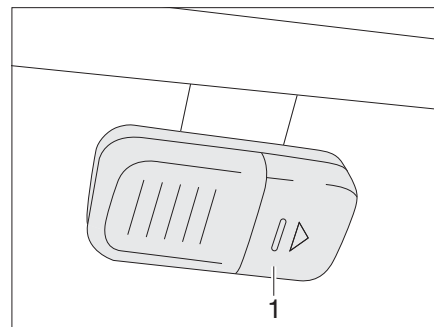

Bild 176 Kleiderschrankleuchte mit LED, Batteriefach geschlossen
- Deckel (Bild 176,1) in Pfeilrichtung aufschieben.